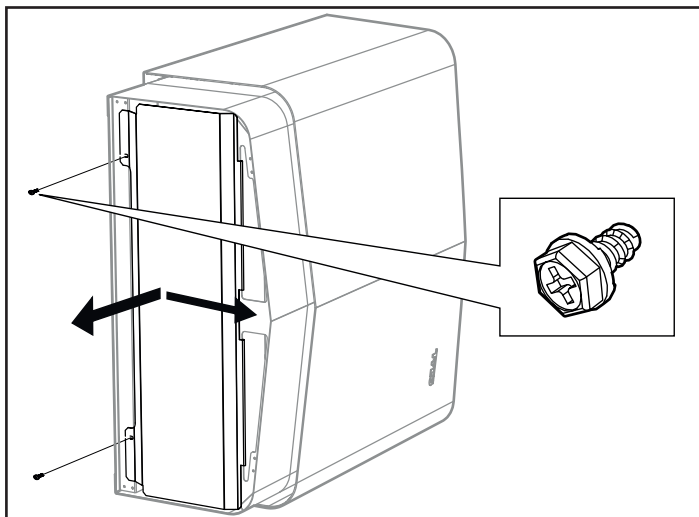

Abbildung 9: Abnehmen/Anbringen der Abdeckung
1. Drehen Sie die Schrauben heraus und entfernen Sie die Abdeckung (siehe Abbildung 9).
4. Schließen Sie die Abdeckung und drehen Sie die Schrauben ein, siehe Abb. 9.